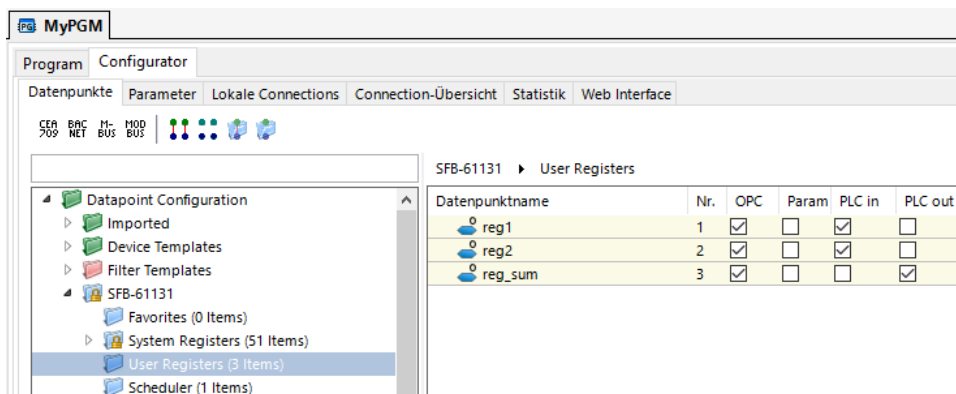

Abbildung 56: Setzen von PLC in und out auf den Datenpunkten im Configurator.
- Öffnen Sie 'MyPGM' und gehen Sie zur Registerkarte **Configurator**. Dadurch wird der Konfigurator für dieses IEC 61131-Programm geöffnet. Erstellen Sie nach Bedarf Datenpunkte, z. B. reg1, reg2, reg\_sum. Setzen Sie die Haken für **PLC in** auf reg1 und reg2 und **PLC out** auf reg\_sum, wie in Abbildung 56 dargestellt. Klicken Sie in der Symbolleiste auf **Speichern**.